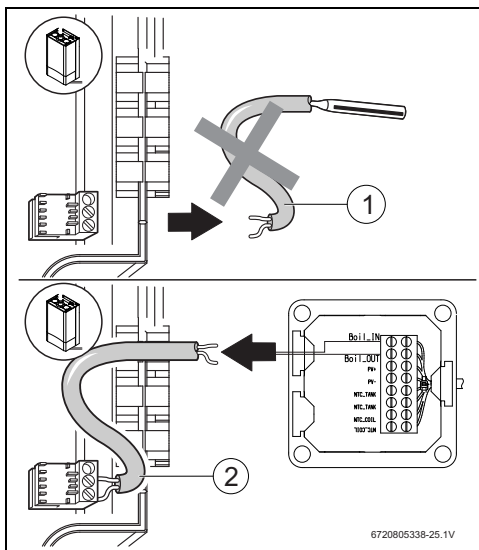

Fig. 10
- ▶ Desconectar la sonda NTC de la caldera (fig. 10, [1])
- ▶ Conectar a esta conexión de la caldera los dos conductores del cable adicional (fig. 10, [2]).